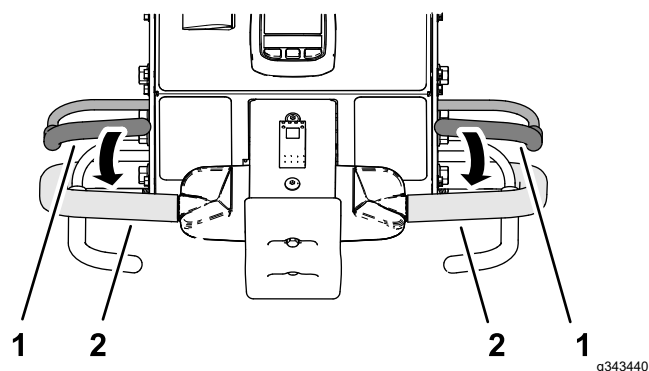

Figura 100
3. Stringete la maniglia destra o sinistra e la barra di presenza dell'operatore (Figura 100) e spingete la barra verso la maniglia.